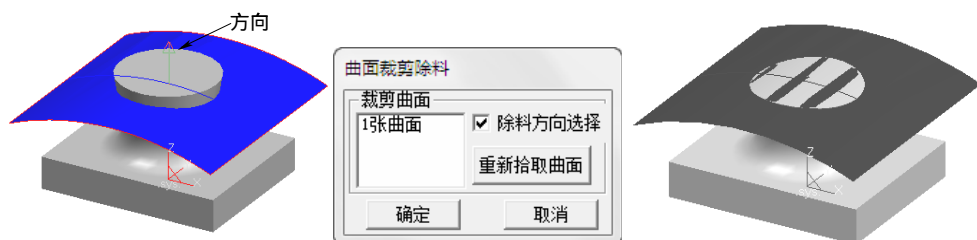

图 8-253 曲面裁剪除料
1) 选择下拉菜单“造型”→“特征生成”→“除料”→“曲面裁剪”命令，或者单击“特征生成栏”工具栏上的“曲面裁剪除料”按钮, 弹出“曲面裁剪除料”对话框，选取上一步缝合后的曲面，单击“确定”按钮，结果如图 8-253 所示。